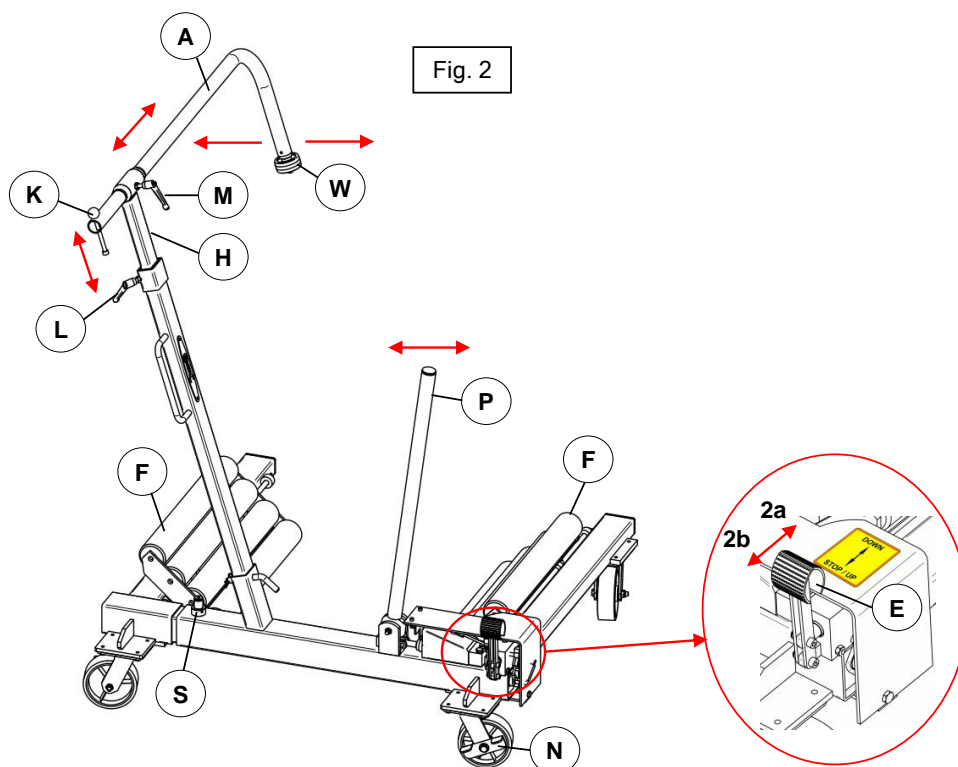

Fig. 2
1. Prima di sbloccare un carico, allentare il blocco (**L**) (vedi fig. 2 per tutte le istruzioni di sicurezza seguenti),